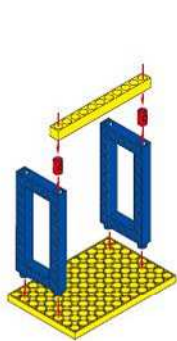

Fig.11
1. Les connecteurs du pignon et de l'arbre peuvent servir à brancher les barres et cadres (fig.11).